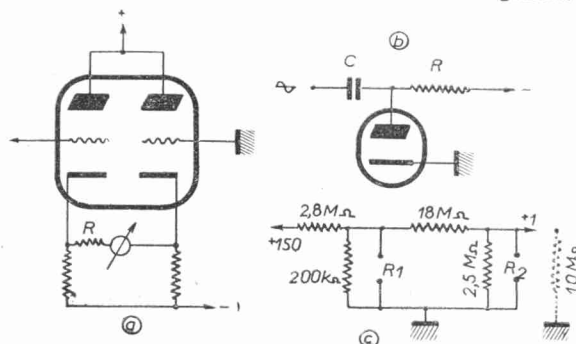

FIG. 1
La figure 1 donne le schéma simplifié de notre voltmètre à lampes. Les résistances de cathode ont une valeur élevée (50 k Ω). Pour que la polarisation normale soit obtenue lorsque les grilles sont à la masse, il est nécessaire de ramener ces résistances à une tension négative suffisante (150 volts). Les deux cathodes sont réunies par un microampèremètre.
Les mesures en alternatif s'obtiennent en détectant avec une diode ou un germanium les signaux à mesurer (figure 1 b).
La figure 1 C montre comment on mesure les résistances. L'entrée du système est reliée au +150 volts. Un diviseur de tension (2,8 M Ω et 200 k Ω) délivre aux bornes R1 une tension de 10 volts. Un deuxième diviseur (18 M Ω et 2,5 M Ω) donne 1 volt aux bornes de R2. Les 2,5 M Ω en parallèle avec les 10 M Ω de résistance d'entrée du VA donnent 2 M Ω . La sortie est reliée au voltmètre à lampe qui doit être commuté sur la position 1 volt et qui dévie alors complètement (100).